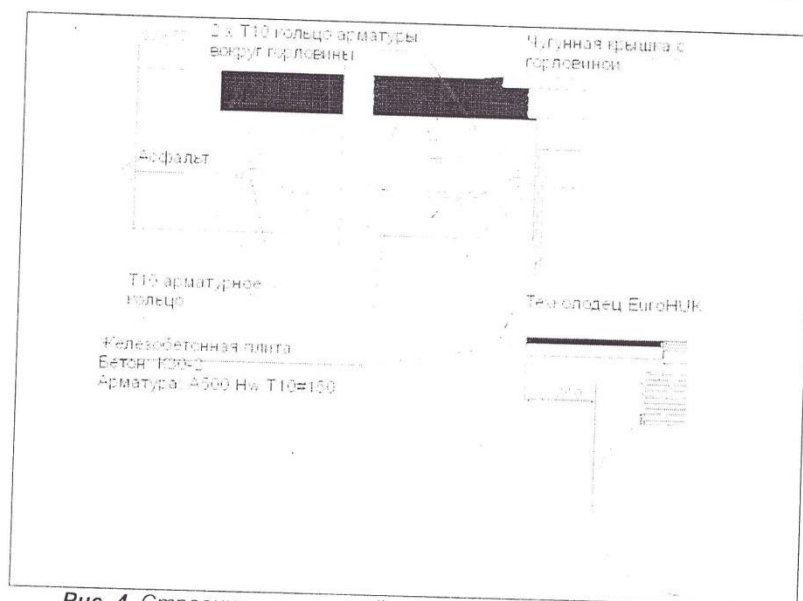

Рис. 4. Строение нагрузочной плиты.
- При установке EuroHEK Omega на территории, по которой осуществляется движение транспорта, требуется дополнительная монтажная плита. См. рис. 4.
6. На проезжей части дороги, предназначенной для транспортных средств средней и большой тяжести, необходима дополнительная монтажная плита из железобетона и асфальт (рис.4).